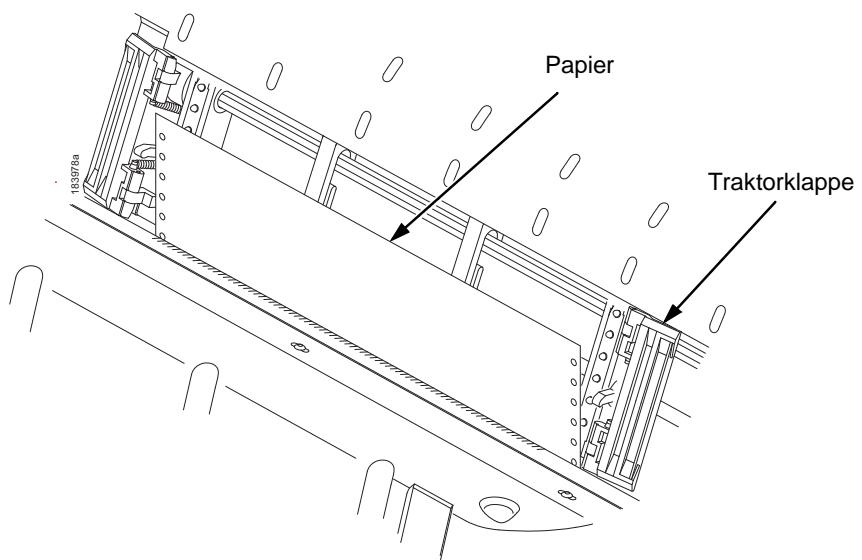

Abbildung 47. Wiedereinlegen des Papiers
7. Führen Sie das Papier wieder in die Traktoren ein (siehe Abbildung 47).